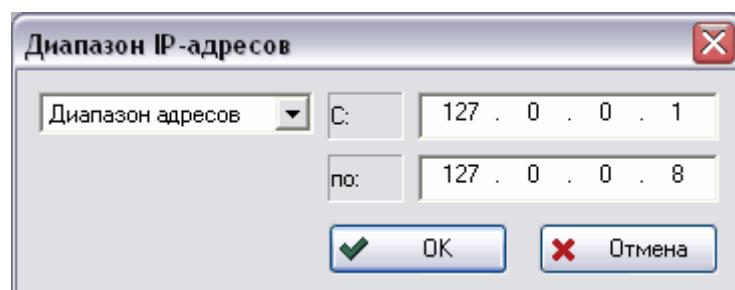

Рис. 34 Диапазон IP-адресов
2. В появившемся окне **Диапазон IP-адресов** (Рис. 34) выберите из выпадающего списка вариант либо **Один адрес** для возможности входа в БД только с одного IP-адреса, либо **Диапазон адресов**, для возможности входа с IP-адресов, входящих в этот диапазон.